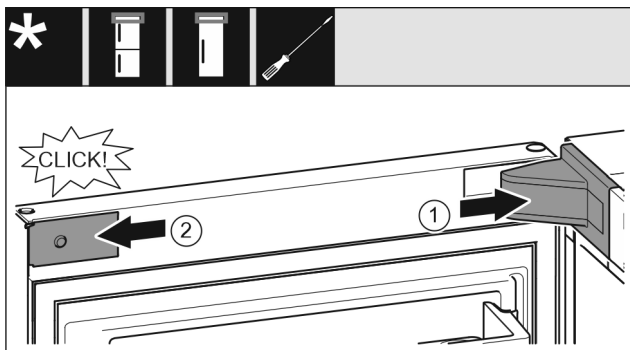

Fig. 22
- ▶ Helyezze fel és pattintsa be a csapágybak fedelét Fig. 22 (1), szükség esetén óvatosan nyomja szét.
- ▶ Helyezze fel oldalra a takarólemezt Fig. 22 (2), és pattintsa be.